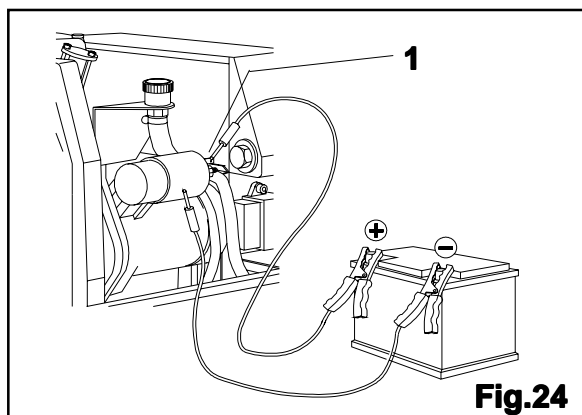

Fig.24
-Utilizzare una batteria 12V collegando il (+) della batteria con il morsetto a vite ed il (-) a massa (carcassa del motorino)(Fig.24).
-Verificare che il motorino giri facendo un ponte fra il morsetto a vite (+ motorino avviamento) ed il fast-on adiacente(Fig.24 Rif.1).
-Connect a 12V battery (+) pole with the screw clamp and (-) pole to the body of the starter (Fig.24).
-Connect the screw clamp and the adjacent fast-on and verify if the starter is running well (Fig.24 Ref.1).